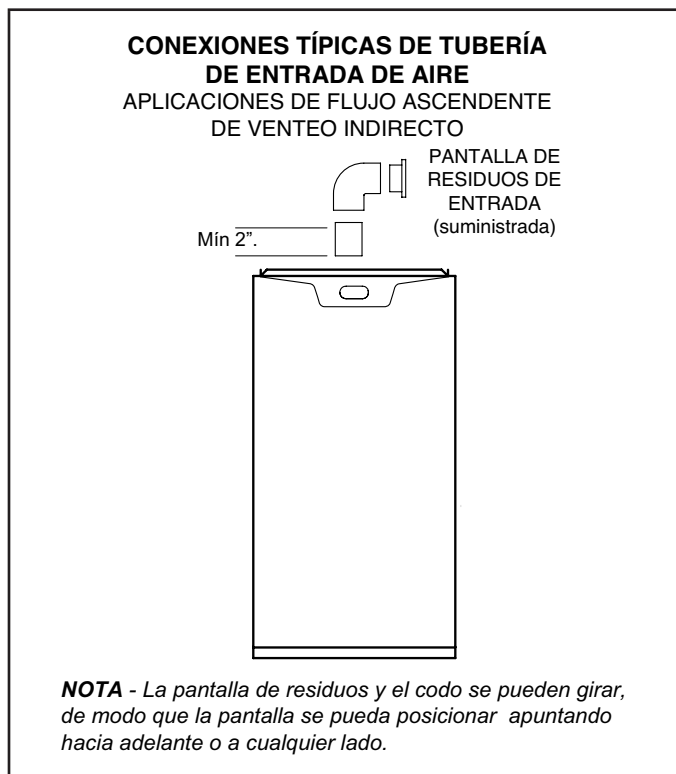
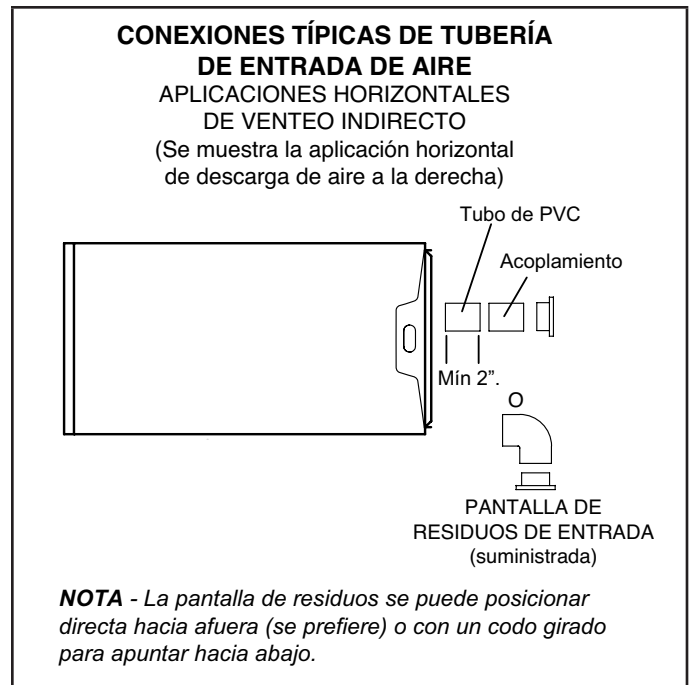

Figura 26
Figura 27
- 1 - Use los materiales proporcionados en el sitio y la pantalla de entrada de aire suministrada en la fábrica para dirigir la tubería de entrada como se muestra en la Figura 26 o en la Figura 27. Mantenga un espaciado mínimo de 3" (76 mm) alrededor de la abertura de entrada de aire. La abertura de entrada de aire (con pantalla protectora) siempre debe dirigirse hacia adelante o a cualquier costado en la posición de flujo ascendente, y ya sea de forma recta hacia afuera o hacia abajo en la posición horizontal.